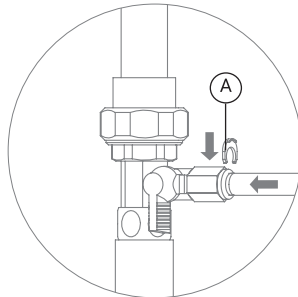

Рис. 8
2. Присоедините зеленую трубку к фитингу адаптер-вентиля (см. раздел «Присоединение трубок»), (рис. 8).